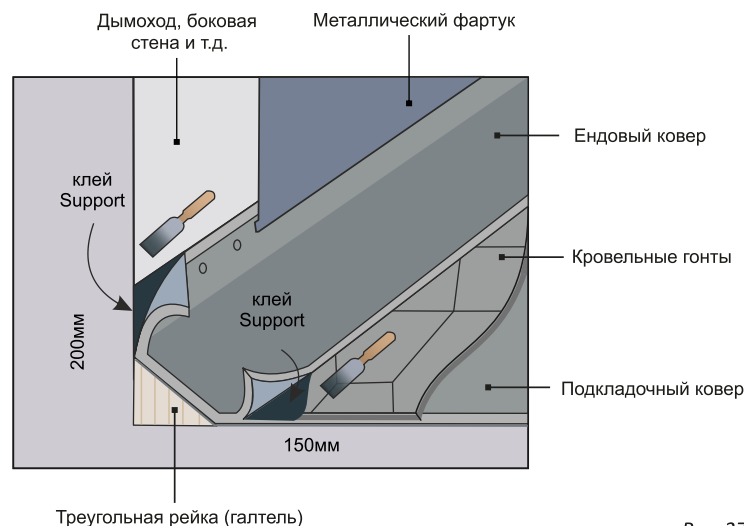

Рис. 27
- В случае монтажа "скользящего" примыкания подкладочный ковер подгибается, заводится на рейку, затем на вертикальный подъем из OSB на 50 мм. Гонты черепицы укладываются до верхнего среза треугольной рейки, ендовый ковер монтируется поверх и заводится на вертикальный подъем из OSB-3. Клей Support наносится по всей площади соприкосновения ендового ковра с вертикальным подъемом и кровельным материалом (рис.27).